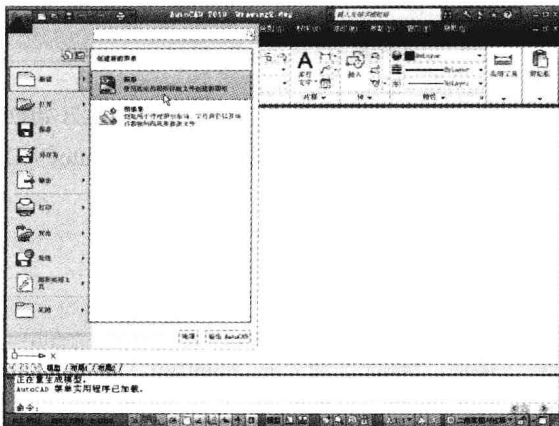

图1-3 选择“图形”命令
① 在 AutoCAD 2010 工作窗口中单击“菜单浏览器”按钮，从下拉菜单项中单击“新建”命令右侧下拉按钮选择“图形”命令，如图 1-3 所示。